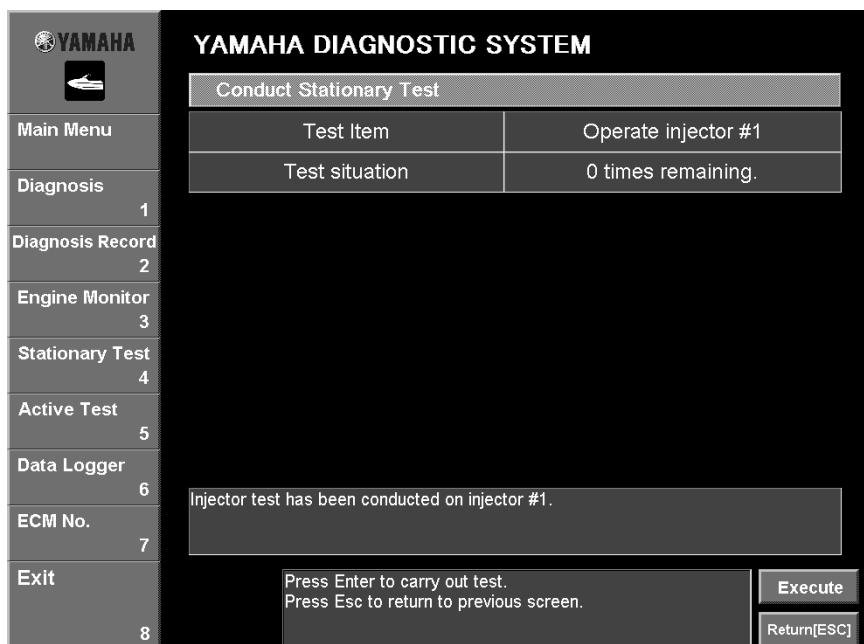

Fig. 51
5. To perform the test again on the same cylinder, click the **Execute** button or press the Enter key on your keyboard. To perform the test on a different cylinder, click the **Return [ESC]** button or press the Esc key on your keyboard to return to the window where a different test can be selected. (Fig. 51)
5. Pour recommencer le test sur le même cylindre, cliquer sur le bouton **Execute** ou appuyer sur la touche Entrée du clavier. Pour effectuer le test sur un cylindre différent, cliquer sur le bouton **Return [ESC]** ou appuyer sur la touche Echap du clavier pour revenir à la fenêtre où un autre test peut être sélectionné (Fig. 51).
5. Um den Test nochmals am selben Zylinder durchzuführen, klicken Sie auf **Execute** oder drücken Sie die "Enter"-Taste auf Ihrer Tastatur. Um den Test an einem anderen Zylinder durchzuführen, klicken Sie auf **Return [ESC]-Feld** oder drücken Sie die "Esc"-Taste auf Ihrer Tastatur, um zu dem Fenster zurückzukehren, von dem aus ein anderer Test ausgewählt werden kann. (Abb. 51)
5. Para volver a realizar la prueba en el mismo cilindro, haga clic en el botón **Execute** o pulse la tecla Intro del teclado. Para realizar la prueba en otro cilindro, haga clic en el botón **Return [ESC]** o pulse la tecla Esc del teclado para volver a la ventana en la que podrá seleccionar una prueba diferente. (Fig. 51)